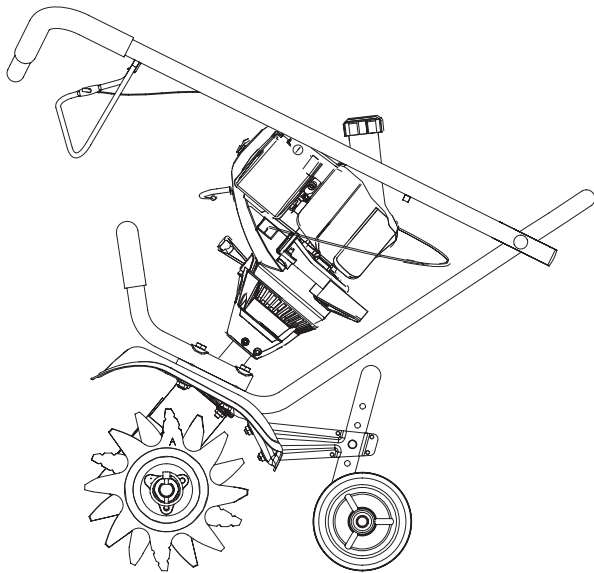

Fig. 1
1. Afloje las dos perillas del lado interior del manubrio (Fig. 1).
2. Con la unidad en posición vertical, gire el manubrio hacia arriba hasta la posición de operación (Fig. 1).